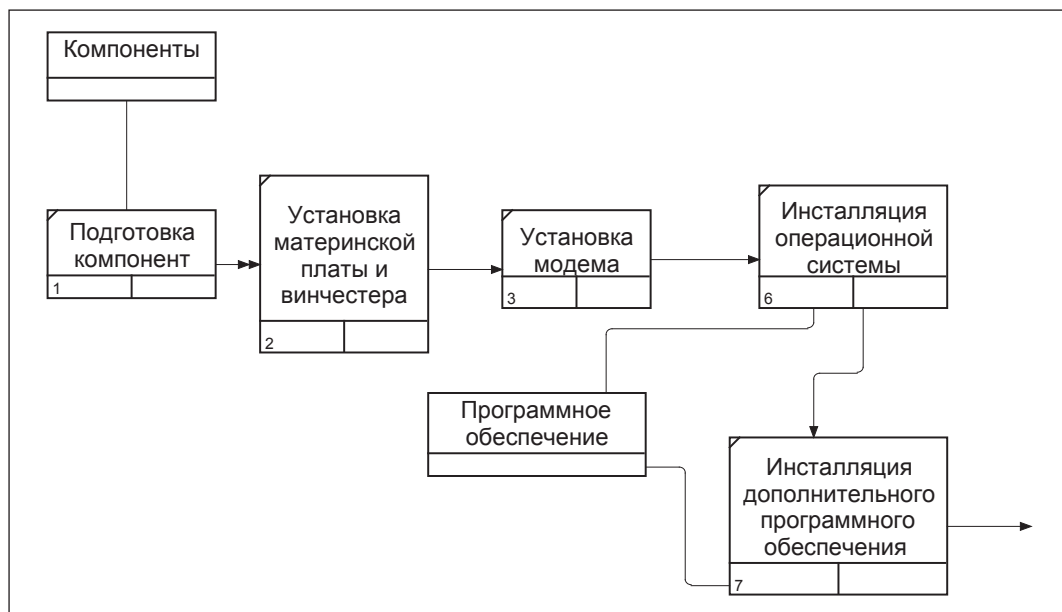

Рис. 8.1. Результат выполнения лабораторной работы 8
2. Удалите элементы, не входящие в сценарий (рис. 8.1).